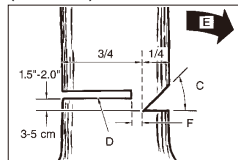

Bild. 11B
ACHTUNG: Treten Sie nie vor einem Baum, der eingekerbt ist. Führen Sie den Fallschnitt (D) auf der anderen Seite des Baumes ca. 3,5 cm oberhalb der Kerbkante (C) aus (Bild. 11B).